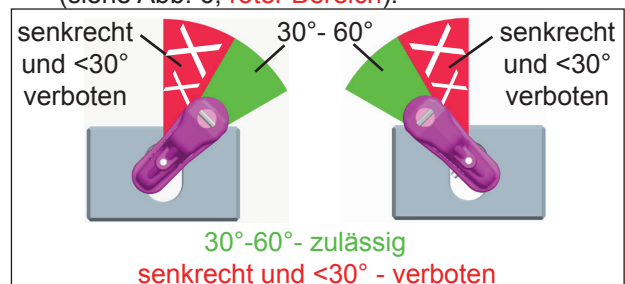

Abb. 6: Einsatzbereich VIP-Containerhaken VCH-SL 22
4. Der VCH-SL 22 darf nur im Winkelbereich 30-60° eingesetzt werden (siehe Abb. 6, grüner Bereich).
5. Der VCH-SL 22 darf nicht zum senkrechten Anheben von ISO-Containern eingesetzt werden (siehe Abb. 6, roter Bereich).